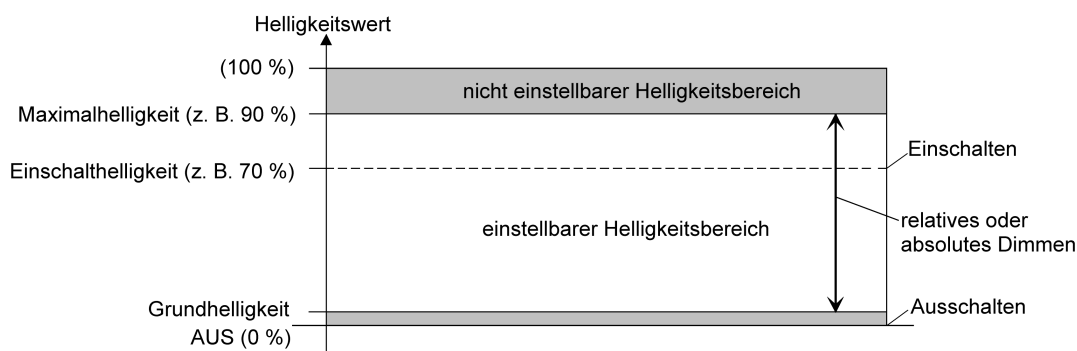

Bild 12: Beispiel eines Helligkeitsbereiches mit Grundhelligkeit
- Definition der unteren Helligkeitsgrenze mit Grundhelligkeit (Bild 12):